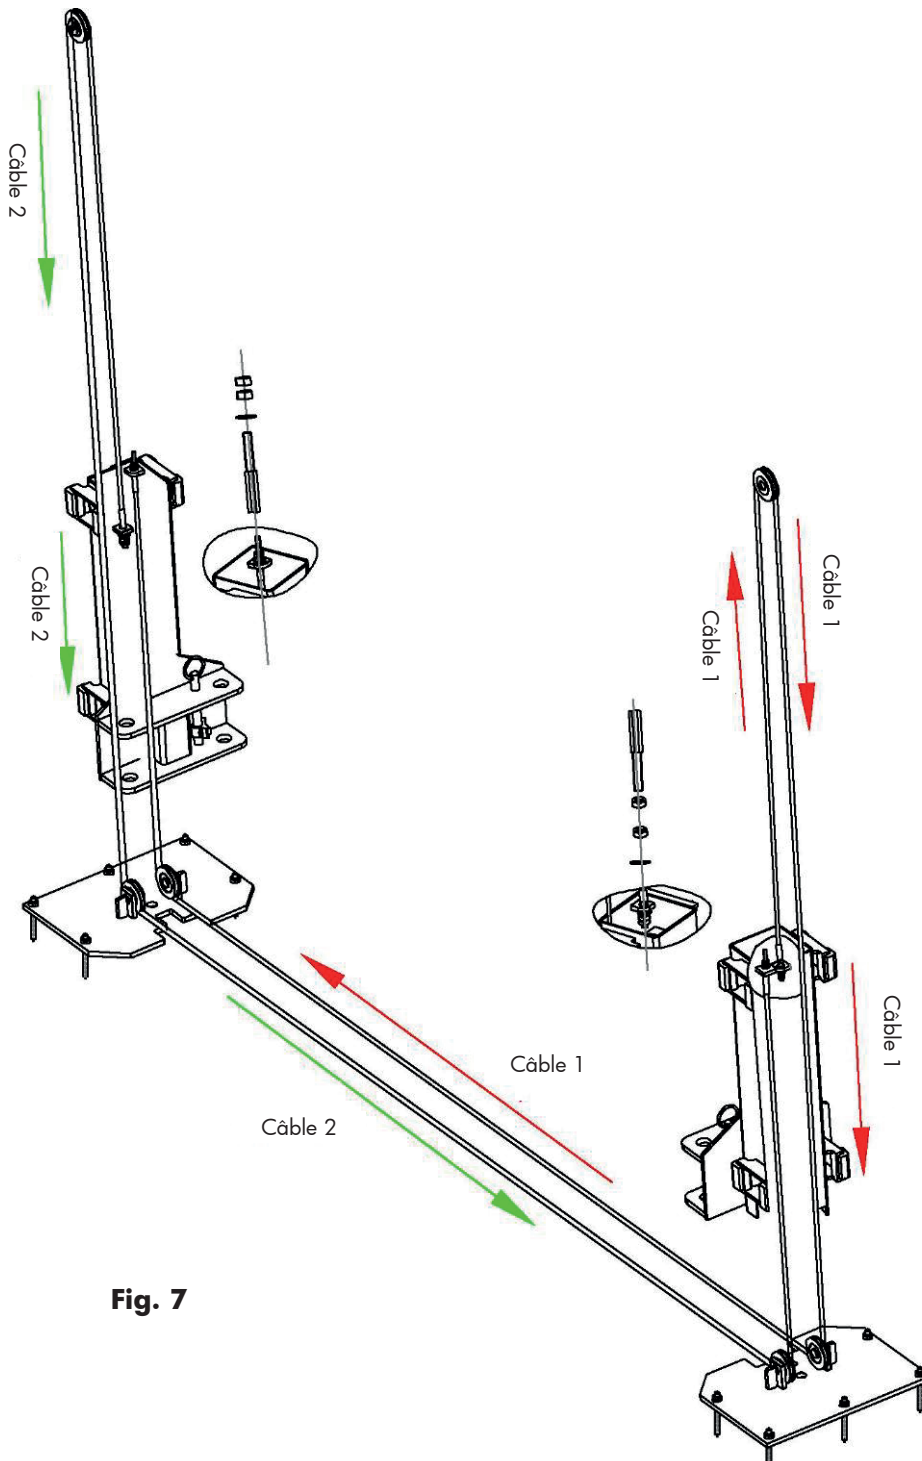

Fig. 7
6. Connectez les câbles en acier (fig. 7).